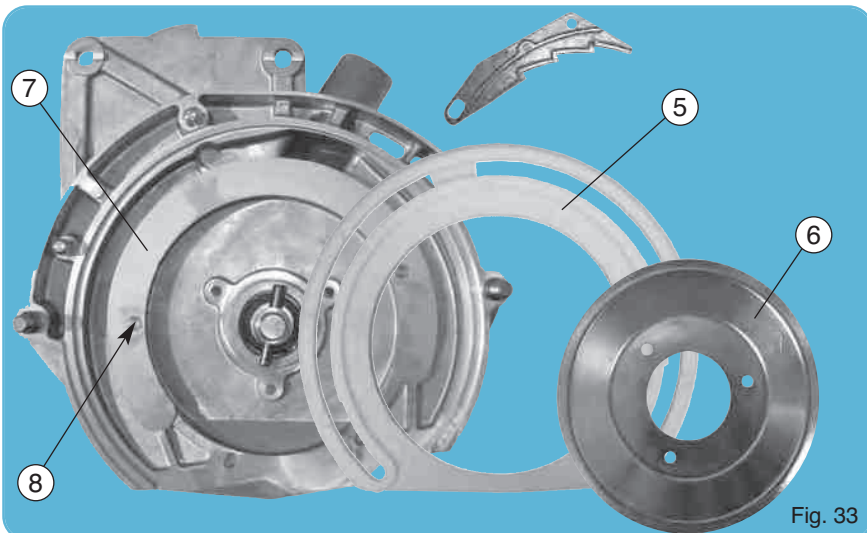

Fig. 33
La couronne plastique de frottement (5) sur laquelle tourne le disque doit être plane et en bon état. A titre indicatif, en conditions normales d'utilisation, son remplacement ne devrait être nécessaire qu'après 500 à 1000 ha. Maintenu extérieurement dans une gorge et bloquée par la cuvette (6) et ses 3 boulons, la nouvelle couronne devra être positionnée avec attention en prenant soin à ce que les crans du secteur d'appui (7) (fig. 33) et de la couronne soient bien en place dans leur logement.
The wear gasket is positioned externally in a groove and held by the cup. (6) Its 3 bolts should be positioned with care making sure that the stub (fig. 33) of the wear gasket is properly positioned in the hole of the housing.
Mantenida exteriormente en una garganta y bloqueada por la cubeta (6) y sus 3 pernos, se colocará la nueva corona con cuidado asegurándose de que las muescas del sector de apoyo (7) (fig. 33) y de la corona estén colocadas correctamente en sus alojamientos.
La corona di plastica di attrito (5) su cui gira il disco deve essere piana e in buono stato. A titolo indicativo, in condizioni normali di utilizzo la sostituzione di questo pezzo dovrebbe essere necessaria solo dopo 500 - 1000 ha. Tenuta esternamente in una scanalatura e bloccata dalla vaschetta (6) e dai 3 bulloni, la nuova corona dovrà essere posizionata con cura, controllando che le tacche del settore di appoggio (7) (fig. 33) e della corona siano correttamente disposte nel rispettivo alloggiamento.